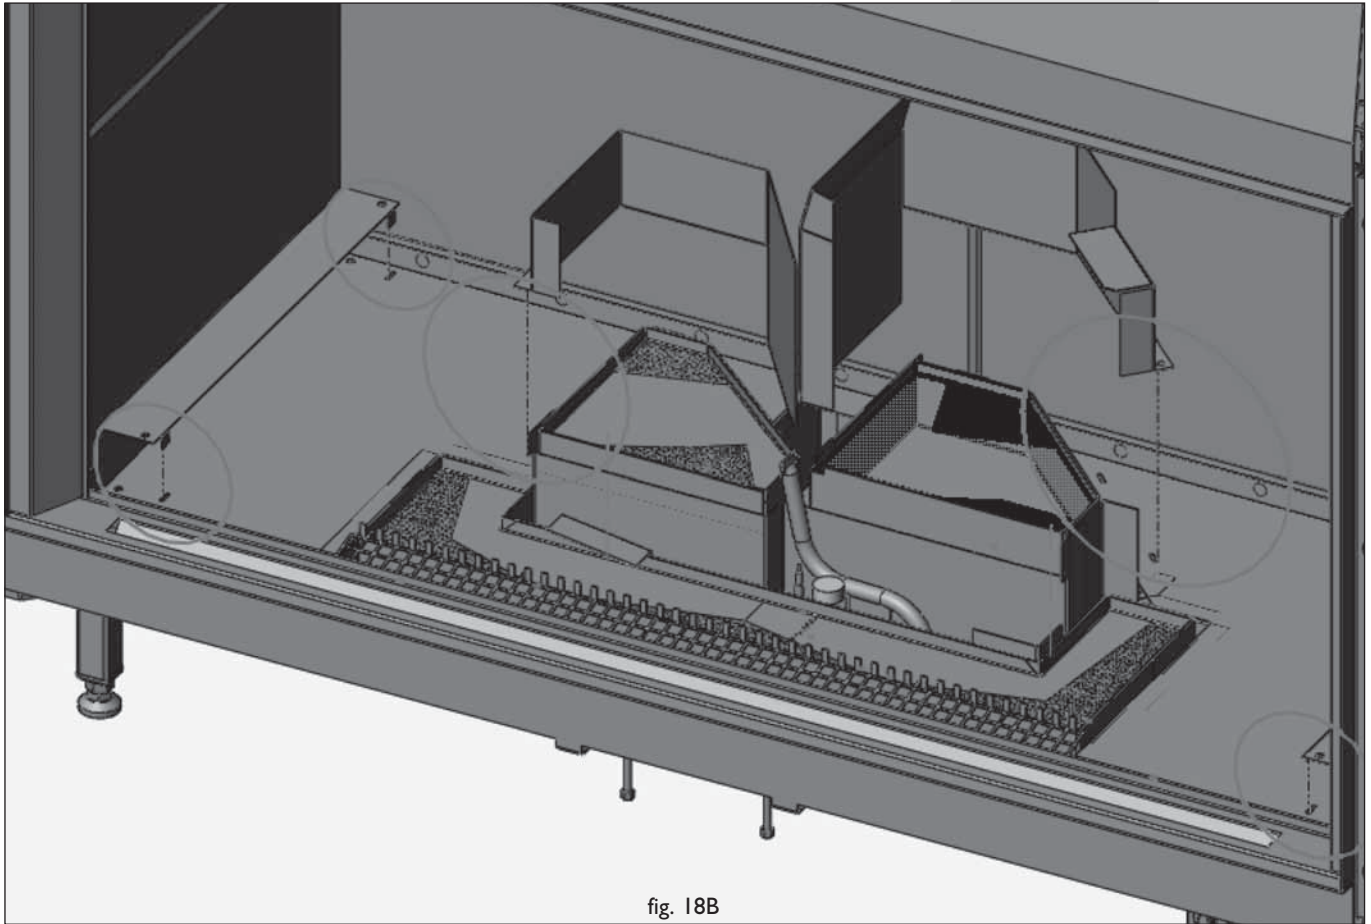

fig. 18B
- Indien nodig, zie tabel pagina 6: plaats vervolgens de luchtinlaatgeleiders (hoeklijnen), zoals aangegeven in fig. 18B en 18C met de penntjes in de sleufjes van platen A, zie het omcirkelde in fig. 18B.
- Plaats vervolgens de luchtgeleidingsschotten B en C volgens fig. 18B, 18C en 18D. Hier ook met de penntjes in de sleufjes, zie het omcirkelde in fig. 18B en 18D. Let op dat de schotten volgens fig. 18D komen te liggen, zodat de schotten bij de pijlpunten in fig. 18B aansluiten op de branders.